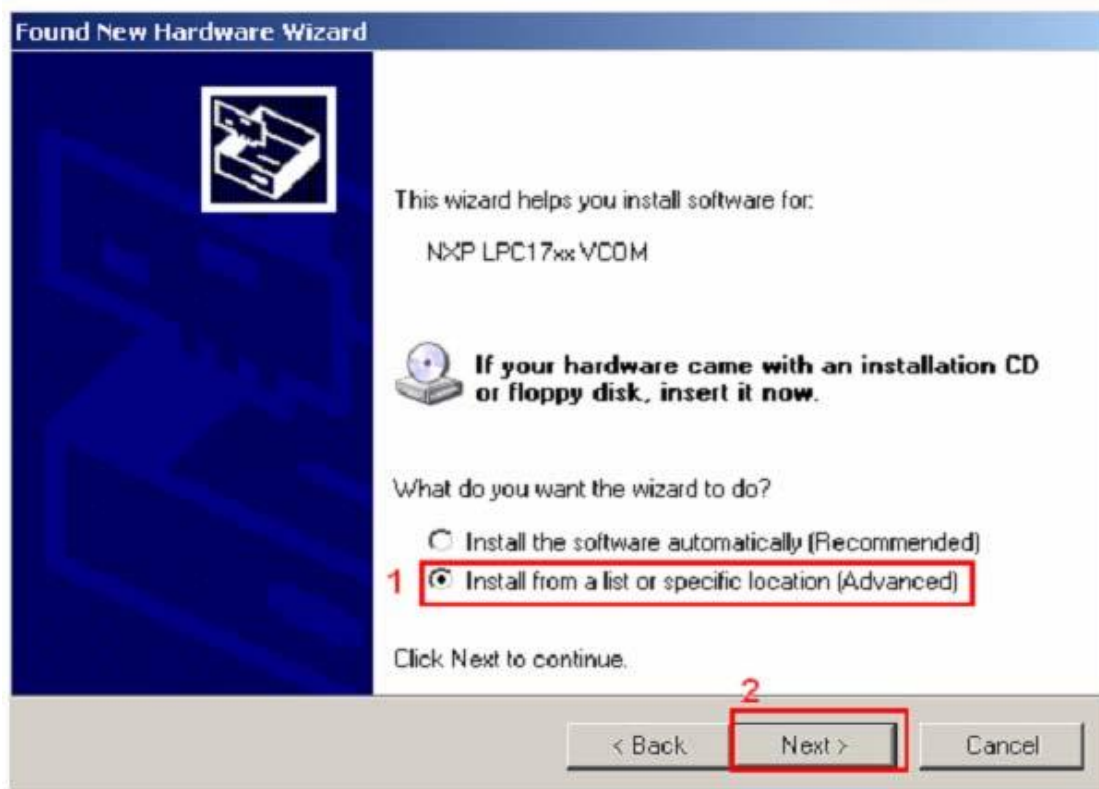

Рис. 6.2.3.2 Установка драйвера.
2. В следующем окне выберите «установить из списка или указанной локации (расширенный)». (Рис. 6.2.3.2).